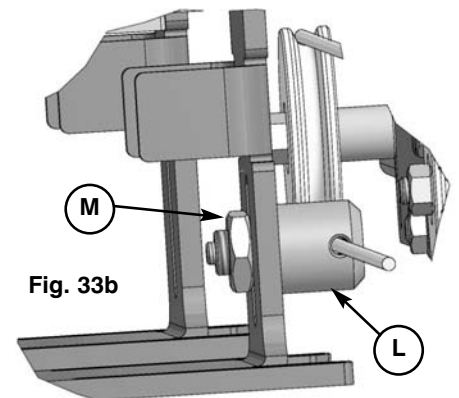

Fig. 33b
Inserirla nel foro passante del morsetto L (**Fig. 33b**) montato sul carrello veloce I (**Fig. 32**)
Assicurarsi in questa fase che il dado (**Fig. 33b part. M**) sia allentato così da seguire il cavo senza ostacolare le operazioni di regolazione successive
- Verificare che il dado M Morsetto fune (**Fig. 33b part.M**) sia allentato